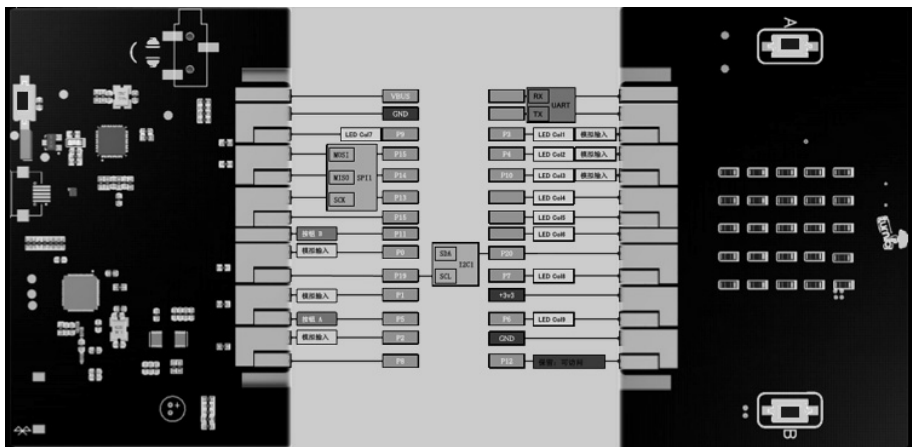

图 10-3 TurnipBit 引脚图
③ 在这个实验中，我们要用到 TurnipBit 的引脚。首先要搞清楚各引脚的含义。从引脚图（见图 10-3）可以看出，TurnipBit 共有 28 个引脚，每个引脚代表不同的含义。这里重点讲解电源引脚和 P 类引脚。电源引脚分为 3.3V 和 GND。3.3V 为电源输入电压，GND 为地，也就相当于电源的负极。P 类引脚又称 GPIO，主要用于通过输入与输出的电平来判断值，比如本例中将使用 P0（PIN0）引脚。我们判断的逻辑是，在没有硬币投入时，P0（PIN0）引脚与 3.3V 电源引脚是断开的，本身是低电平；当有硬币投入时，P0（PIN0）引脚与 3.3V 电源引脚导通，变为高电平，此时通过 P0（PIN0）引脚电压的变化来判断是否有硬币投入。因此，需要通过两条导线将 P0（PIN0）引脚和 3.3V 电源引脚引出，连接到硬币投入口的两边，保证当硬币经过时会接触到这两条导线，从而让 P0（PIN0）引脚与 3.3V 电源引脚连通。导线及 TurnipBit 图如图 10-4 所示。导线安装图如图 10-5 所示。